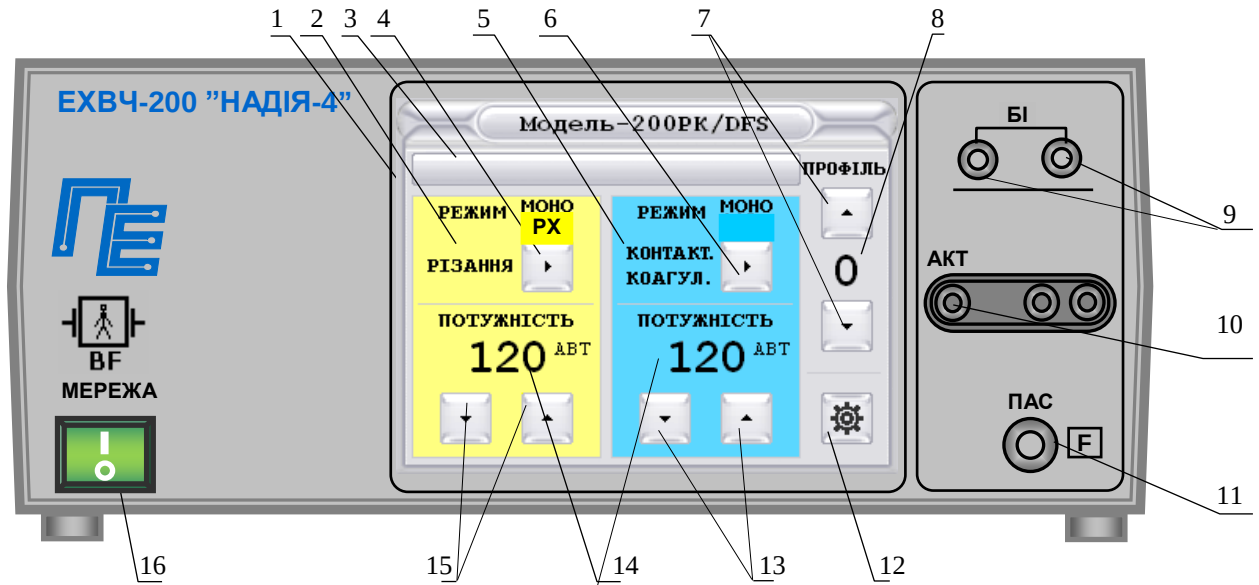
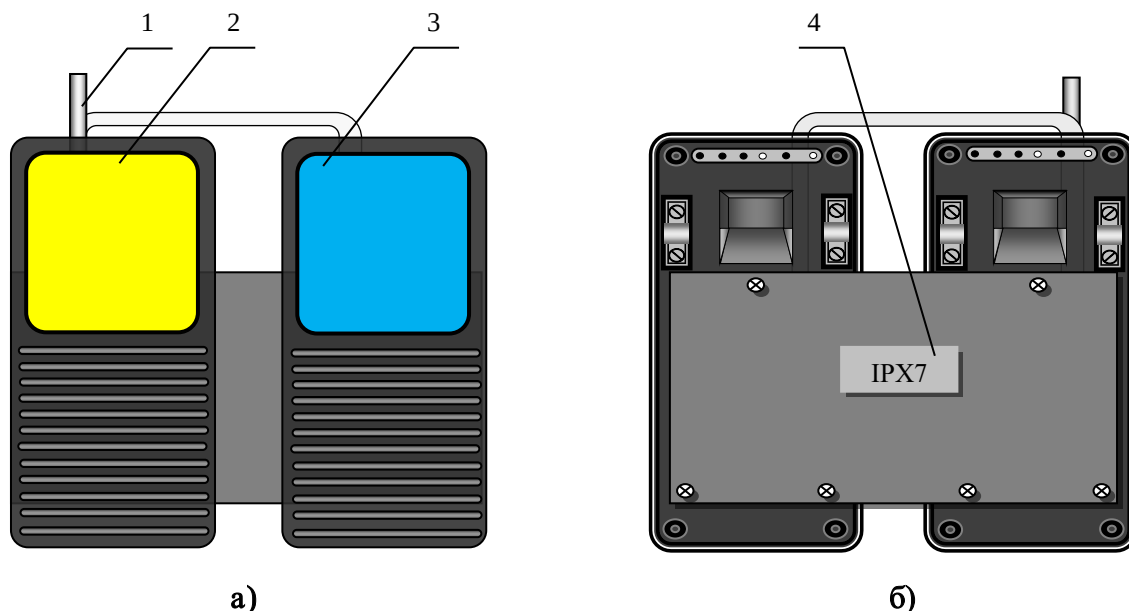

Рис.1. Передня панель електронного блоку
Рис. 3. Ножна педаль управління
- світлову індикацію автоматичного тестування аварійного стану апарата. При цьому на індикаторах 14 (рис. 1) висвітлюється «УВАГА! Виникла критична помилка. Будь ласка, перезавантажте систему!»;
Конструктивно апарат виконаний у вигляді двох окремих блоків - електронного блоку (рис. 1,2) і ножної педалі (рис. 3).
Позначення на рис. 1.
Позначення на рис.3.
Конструкція ножної педалі (рис.3) є підлоговою конструкцією, на якій розташовано дві рухомі платформи: ліва (1) - для включення виду роботи РІЗАННЯ, права (2) - КОАГУЛЯЦІЯ.
- включити апарат, для чого встановити вимикач “МЕРЕЖА” в положення “І”. При цьому вмикається світлова індикація індикатора “МЕРЕЖА” (16, рис.1), На протязі 2-5 сек. на моніторі відображається завантаження даних.
- перевірити переключення режимів роботи, для чого послідовно натискаючи кнопку (4, 6 рис.1), переконатися, що апарат перемикає відповідні режими;
- перевірити регулювання рівня вихідної потужності, для чого, натиснувши кнопки управління (13, 15 рис. 1), переконатися, що відбувається збільшення (зменшення) показань індикаторів (14, рис.1) рівня вихідної потужності.
- перевірити систему контролю ланцюга пасивного (нейтрального) електроду. Для цього необхідно встановити режим МОНО на індикаторі РІЗАННЯ (або КОАГУЛЯЦІЯ) та від'єднати пасивний електрод від роз'єму 11 (рис.1). На моніторі
Для встановлення профілю необхідно включити апарат, за допомогою кнопки вибору профілю (3, рис.1) встановити номер профілю **0** (або від 1 до 9) (8, рис.1), встановити необхідний режим роботи та вихідну потужність, натиснути ліву платформу педалі при виборі режиму РІЗАННЯ або праву, при виборі режиму КОАГУЛЯЦІЯ. Апарат автоматично запам'ятовує вибрані режим роботи та рівень вихідної потужності.
- 1- натиснути кнопку 3 (рис.1). Монітор переключиться в режим клавіатури;
При необхідності встановлення часу автоматичного вимикання вихідної потужності необхідно натиснути кнопку **НАСТРОЙКИ** (12, рис. 1).
При необхідності обмеження доступу до використання апарата необхідно натиснути кнопку **НАСТРОЙКИ** (12, рис. 1).